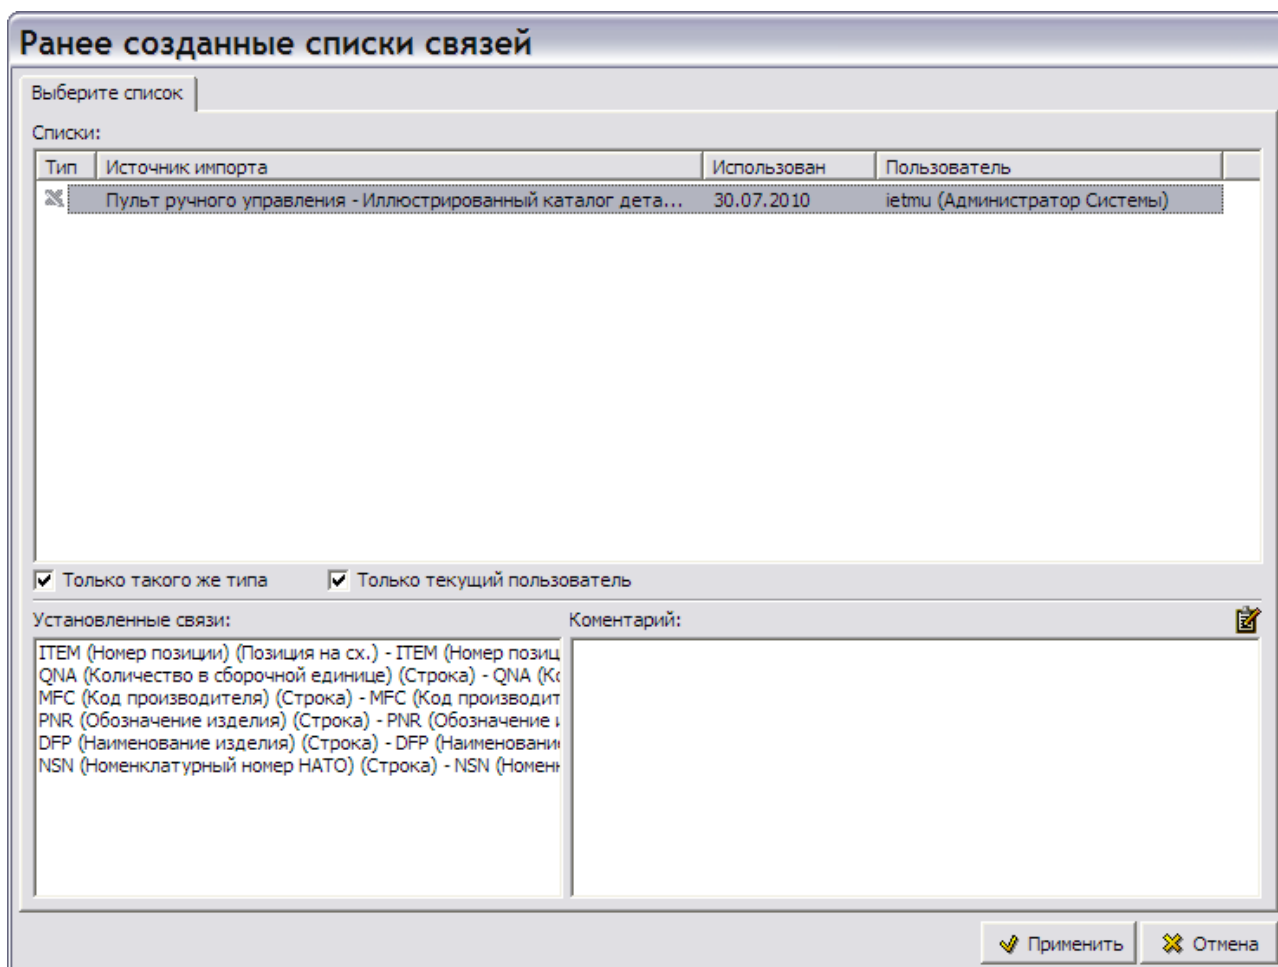
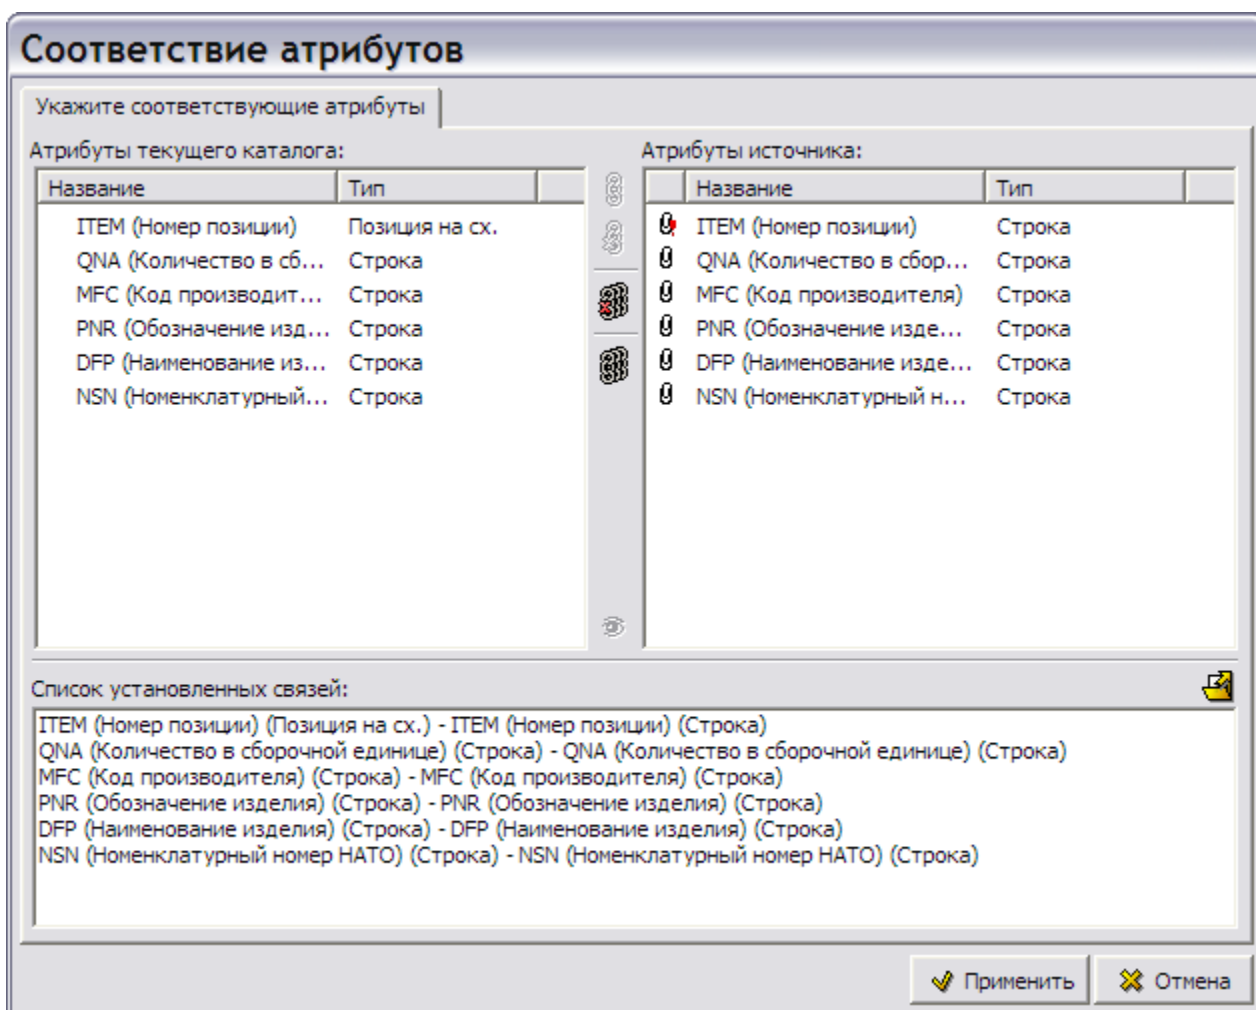

Рис. 6.35
Рис. 6.36
однотипных таблиц. Имена столбцов этих таблиц не совпадают с именами столбцов каталога. При импорте первой таблицы свяжите попарно все атрибуты – выделите атрибут в левом окне и соответствующий ему атрибут в правом окне, нажмите на кнопку **Связать атрибуты** . При импорте следующих таблиц в окне **Соответствие атрибутов** выберите инструмент **Загрузить ранее созданный список установленных связей** . При этом откроется окно **Ранее созданные списки связей** (Рис. 6.35).
- В верхнем окне выберите источник импортируемых связей – файл *xls*. При этом в нижнем левом окне появится список установленных связей, который будет использован в дальнейшем (Рис. 6.35). При нажатии на кнопку **Применить** произойдет возврат в окно **Соответствие атрибутов**, в нижнем окне которого появится список установленных связей (Рис. 6.36).